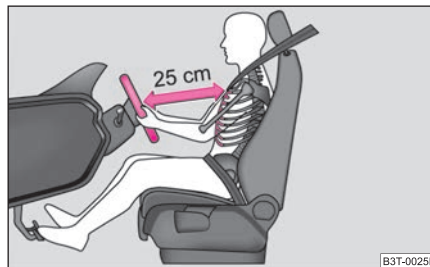

Abb. 145 Der richtige Abstand des Fahrers vom Lenkrad
- Stellen Sie das Lenkrad so ein, dass der Abstand zwischen Lenkrad und Brustbein mindestens 25 cm beträgt ⇒ Seite 154, Abb. 145.
- **Der Fahrer muss einen Abstand zum Lenkrad von mindestens 25 cm einhalten ⇒ Seite 154, Abb. 145.** Wenn Sie den Mindestabstand nicht einhalten, kann Sie das Airbag-System nicht schützen – Lebensgefahr!